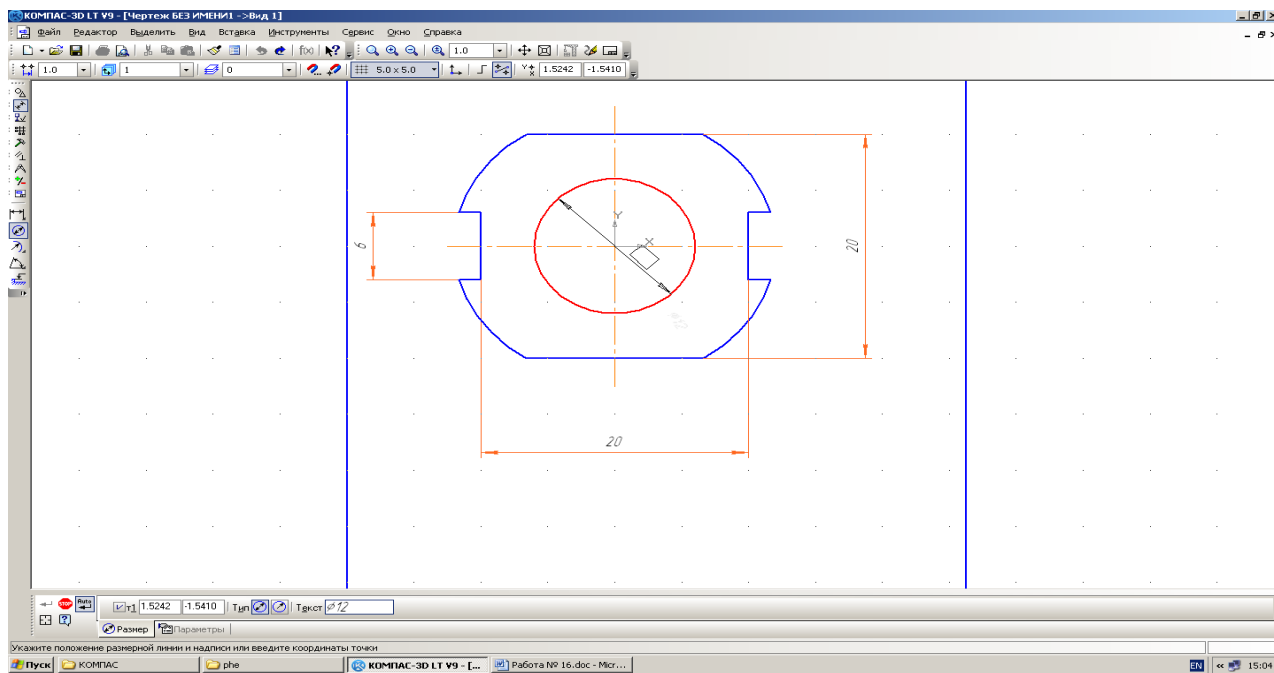

Рис. 16.9. Панель свойств команды **Диаметральный размер**.
1.8. Для нанесения диаметрального размера внешней окружности выберите команду **Диаметральный размер** – (рис. 16.9).